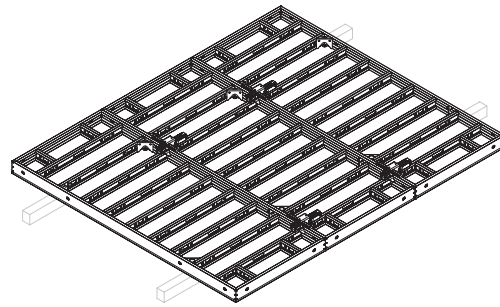

Fig. A2.01
1. Montare orizzontalmente. (Fig. A2.01)